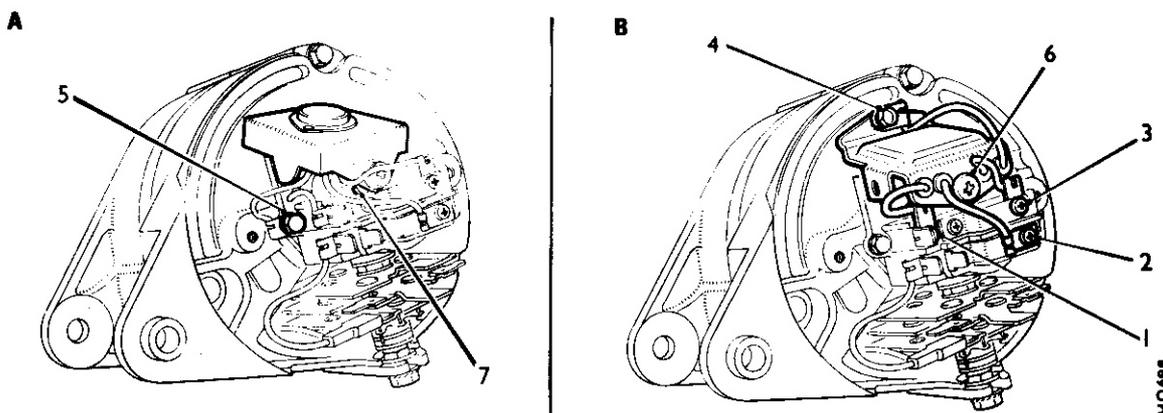

Fig. Nb.12
- (f) Montare la rosetta concava sotto la ruota dentata, con la faccia concava rivolta verso la ruota. **IMPORTANTE - Quando si sostituisce la ruota dentata, affinché i tergitori si azzerino nella posizione prescritta, assicurarsi che quella di ricambio usata sia del tipo adatto alla vettura su cui viene montata (guida a destra o a sinistra)(Ved. la fig. Nb.12)**
dosi alla figura Nb.12, collegare con un ponticello il blocchetto di collegamento dell'avvolgimento di campo ad una massa, come per esempio il terminale del filo di massa.